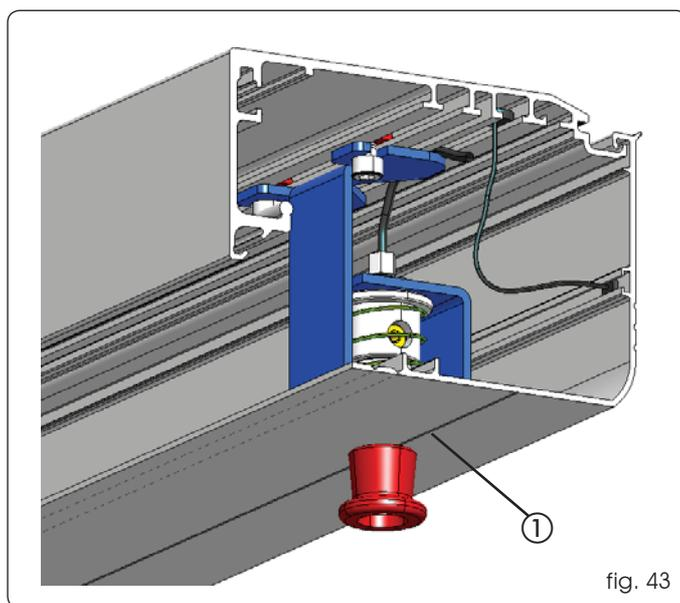

fig. 43
Para facilitar la operación tome como referencia la línea de la fig. 43 ref. ①.